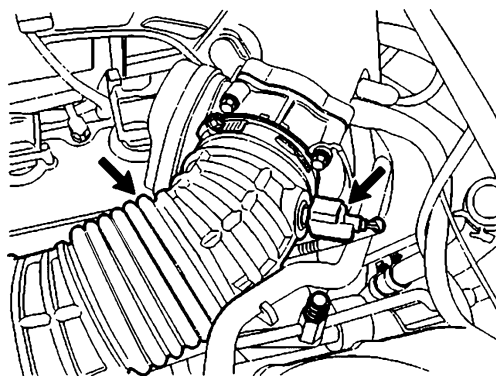

图 16-35 安装进气软管和进气温度传感器
- 26) 如图 16-35 所示, 安装进气软管和进气温度传感器。